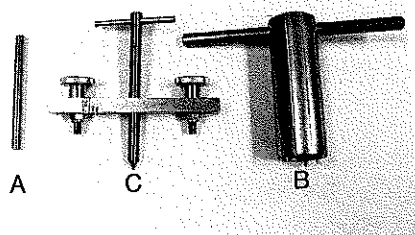

Fig. 15
- Für den Lagerwechsel steht unser Spezialwerkzeug zur Verfügung (Fig. 15).
- Our special tools are available for bearing replacement (fig. 15).
- N'utiliser pour cela que notre outillage spécial (voir fig. 15).